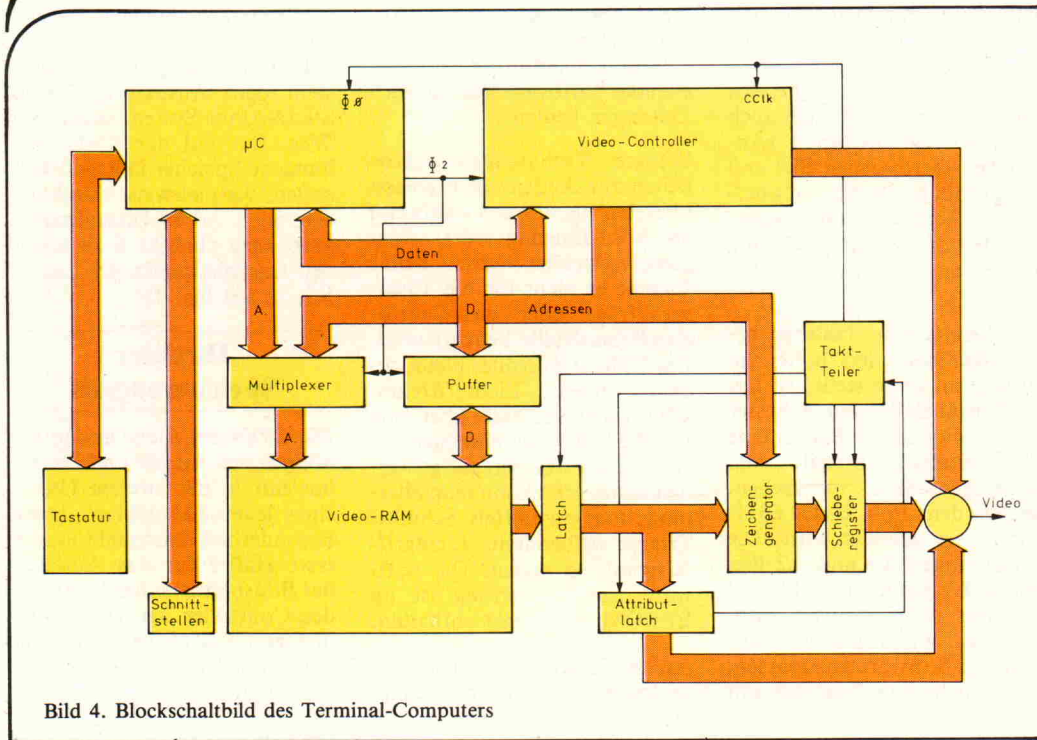

Bild 4. Blockschaltbild des Terminal-Computers
Im Blockschaltbild (Bild 4) wird das deutlich: Der Prozessortakt ist aus dem Bildtakt abgeleitet; er entspricht der Zeichenfrequenz (Charakter Clock). CPU und Video-Controller arbeiten also synchron. Das Prozessorsignal ϕ_2 , das während der Zeit des Zugriffs auf den Bus log. 1 führt, steuert eine Gruppe von Multiplexer-Bausteinen (ICs 12...14). Diese schalten um zwischen den vom Controller und den von der CPU erzeugten Adressen. Die vom Video-RAM bereitgestellten Daten werden in IC 16 zwischengespeichert, soweit sie zur Adressierung des Zeichengenerators dienen. IC 15 regelt den Zugriff des 6511 auf den Bildspeicher-Datenbus; das Enable-Signal wird durch Verknüpfung des Selektionssignals CSV mit ϕ_2 gebildet. Eine weitere Verknüpfung mit dem R/W-Signal des Prozessors ermöglicht die Datenrichtungs-Umschaltung des bidirektionalen Puffers und ergibt zugleich das Schreibsignal (WE) für die RAM-Bausteine.